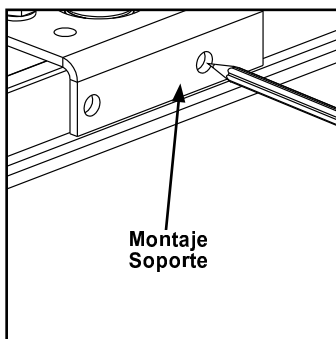

Figura 3-45
- Paso 1. Use el soporte de montaje del riel como plantilla para marcar el riel. Vea Figura 3-45.